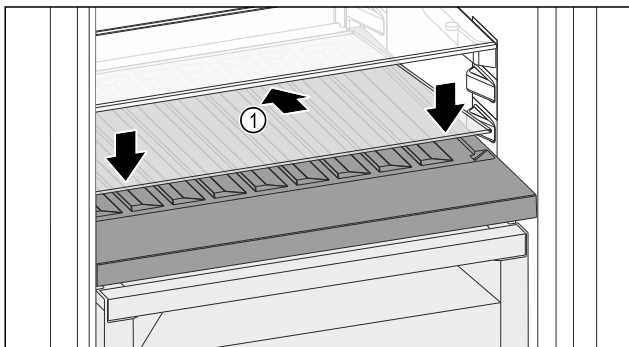

Fig. 211
- ▶ Вставьте стеклянную пластину Fig. 211 (1) наискосок и с уклоном назад вниз.
- ▶ Опустите стеклянную пластину Fig. 211 (1) спереди.